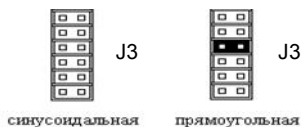

Рис.4
2.1.4. Для задания формы сигнала посылки с ПКЛ-1 на ЦБ Рубин установите переключку J3 согласно рис.4